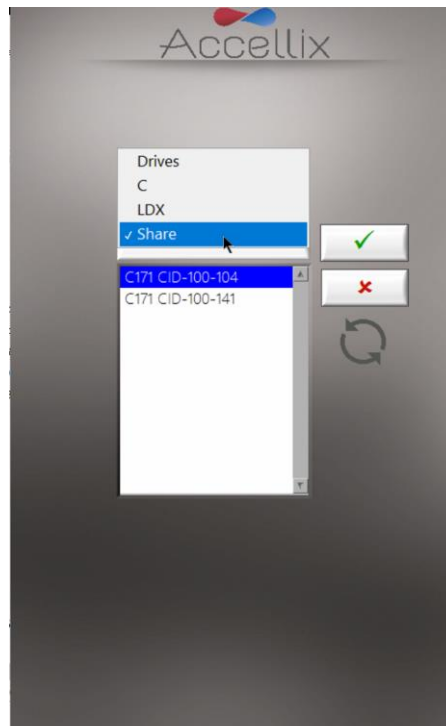

Abbildung 25: Bildschirm „Set Data Destination Configuration“ (Datenzielkonfiguration festlegen)
- Der zum Kopieren dieser Dateien benötigte Festplattenspeicherplatz („**GB to be copied**“ (Zu kopierende GB)) wird mit dem auf dem Ziellaufwerk verfügbaren Speicherplatz („**GB Available**“ (Verfügbare GB)) angezeigt. Das Kopierziel wird mit der Funktion **Destination Location** (Zielort) (Abbildung 25) ausgewählt.
Wenn Sie auf das Ordnersymbol tippen, wird der Bildschirm **Set Data Destination Configuration** (Datenzielkonfiguration festlegen) angezeigt (Abbildung 25):